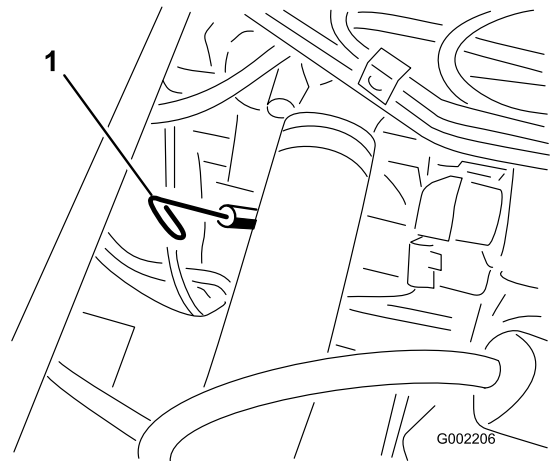

Figura 15
2. Retire la varilla, ubicada debajo del asiento del pasajero, y límpiela con un paño limpio (Figura 15). Introduzca la varilla en el tubo asegurándose de que entre a fondo. Retire la varilla y compruebe el nivel de aceite.